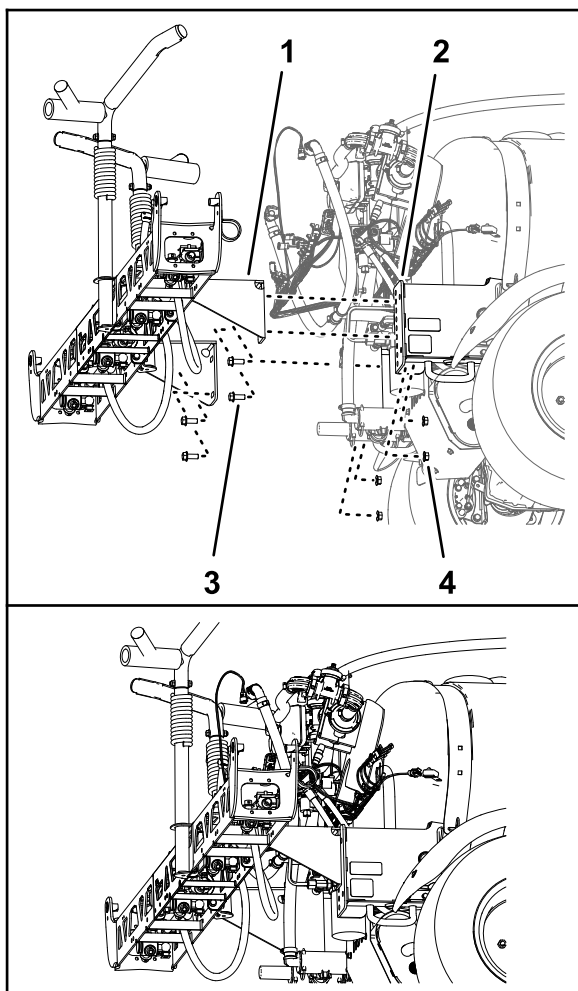

Рисунок 93
1. Используя подъемное оборудование с указанной грузоподъемностью, поднимите среднюю секцию опрыскивателя и совместите отверстия в опорном кронштейне секции опрыскивателя (Рисунок 93) с отверстиями в монтажной плите рамы машины, отмеченные при выполнении пункта 3 в разделе Демонтаж средней секции опрыскивателя (страница 25).
2. Установите среднюю секцию опрыскивателя на монтажные швеллеры (Рисунок 93) при помощи 4 болтов с фланцевыми головками (1/2 x 1-1/4 дюйма) и 4 фланцевых контргаек (1/2 дюйма), снятых при выполнении пункта 4 в разделе Демонтаж средней секции опрыскивателя \(страница 25\).